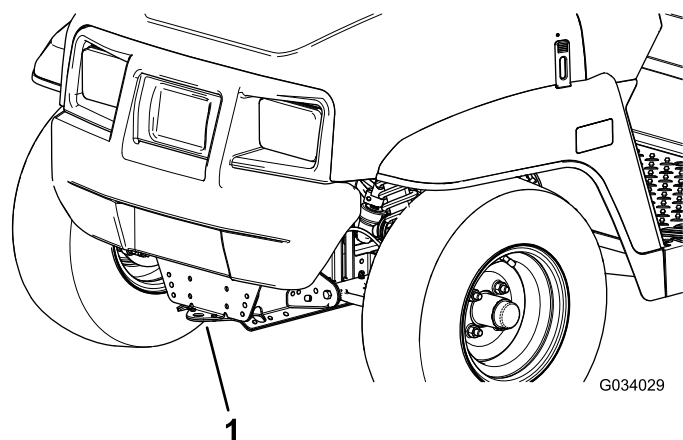
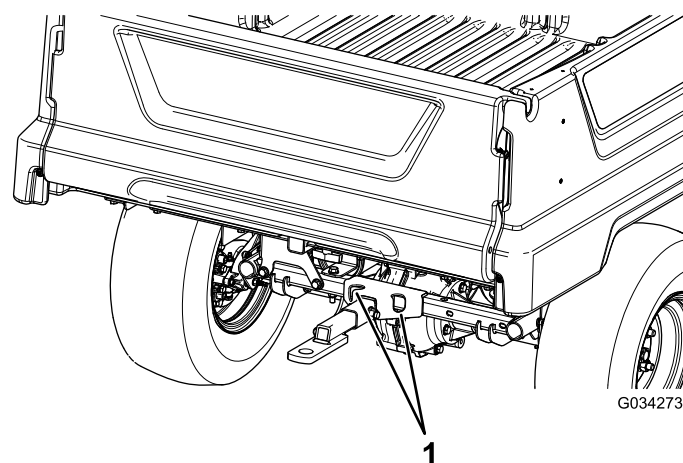

图 20
图 21
长距离移动时请使用带全宽斜面的拖车。确保机器稳固绑定到拖车上。参见**图 20** 和**图 21** 查看机器栓系点的位置。
2. 将拖绳系在机器机架前面的拖曳板上 图 20。